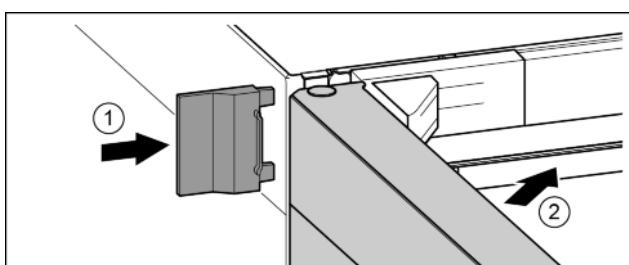

Fig. 19
- Насуньте зовнішню кришку. Fig. 19 (1)
- Закрійте верхні дверцята. Fig. 19 (2)